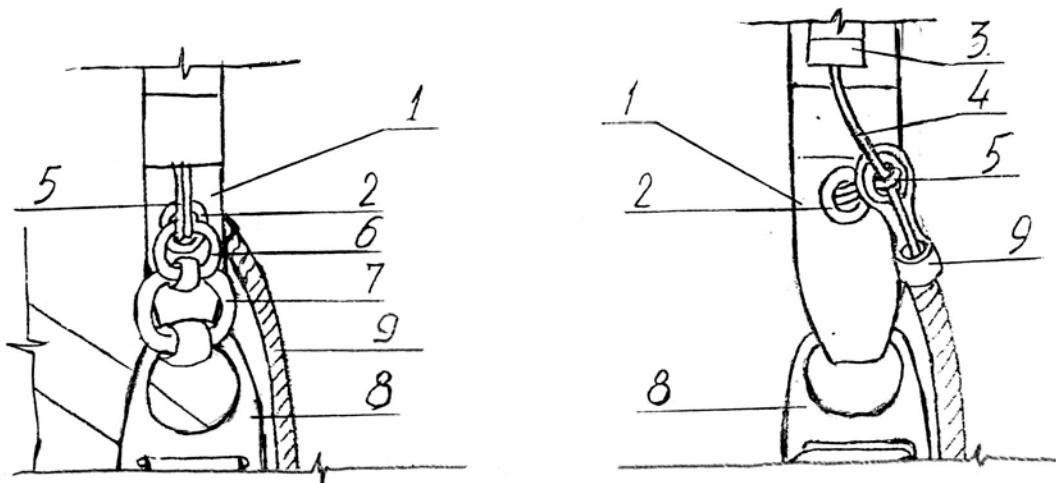

Рис. 43. Присоединение свободных концов к подвесной системе:
3.5.3. Положить ранец с подвесной системой так, чтобы ранец был сверху. Соединить левый свободный конец с левой пряжкой КЗУ (рис. 43):